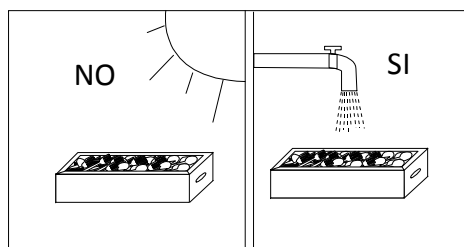

FIG. 5
- Los cubiertos siempre se deben introducir húmedos en la máquina. La máquina es totalmente ineficaz ante cubiertos secos. (FIG. 5)